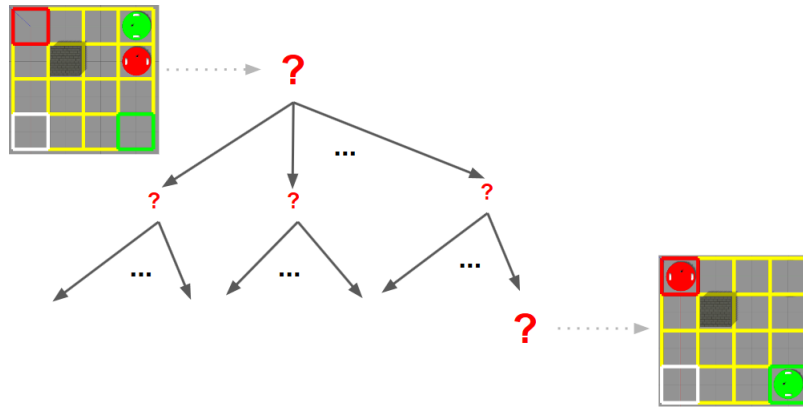

Figura 3: Representación del proceso de búsqueda.
1. Modelar el problema de planificación de limpieza de habitaciones como un problema de búsqueda. Para ello, el alumno deberá buscar una representación para el espacio de estados, el estado inicial y final, y definir los operadores (con sus precondiciones y efectos) que permita llevar a cabo el proceso de búsqueda (Figura 3).